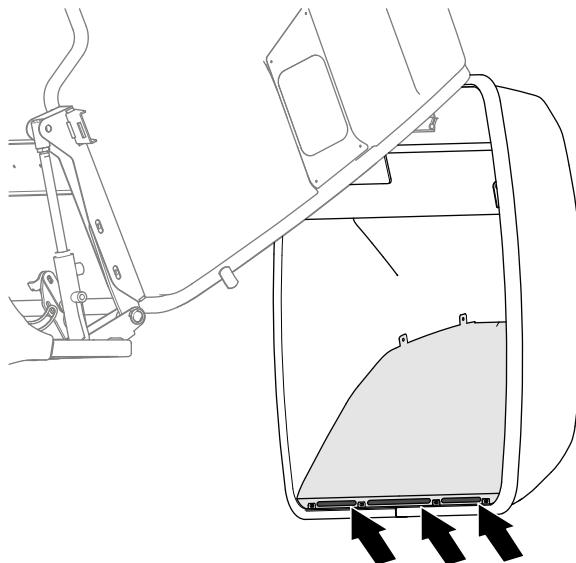

Figura 141
6. Utilizzate aria compressa per liberare le fessure sul fondo della piastra metallica interna dello sportello della tramoggia da erba e detriti. (Figura 141).